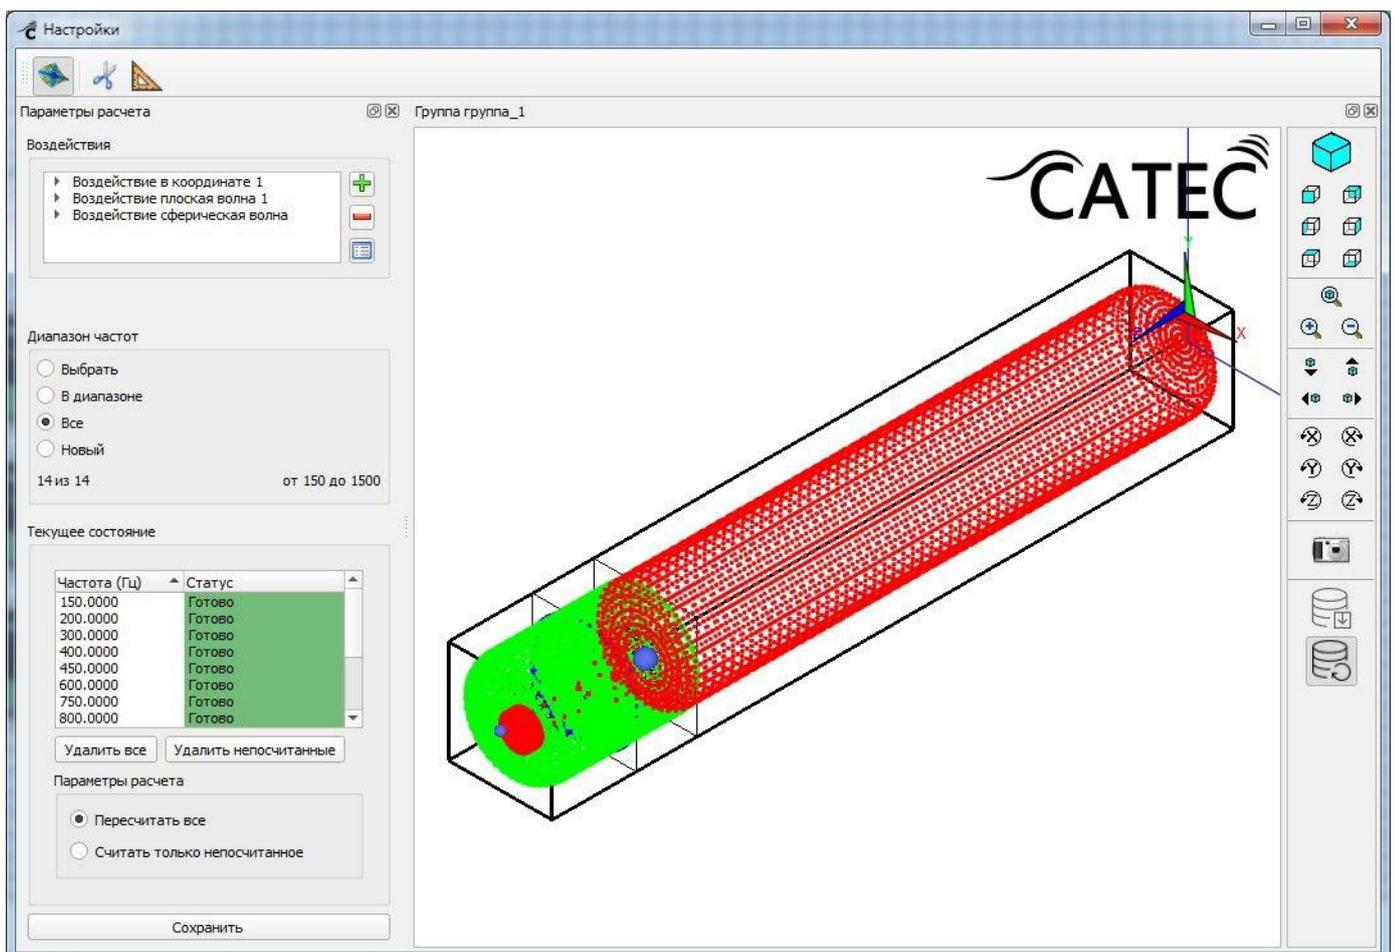

Рисунок 7 - Пример окна настроек модуля гармонического анализа
Настройки расчетного модуля по умолчанию отображаются в области (5) Главного окна программы. В окне настроек отображают входные параметры расчетной задачи (Рисунок 7).